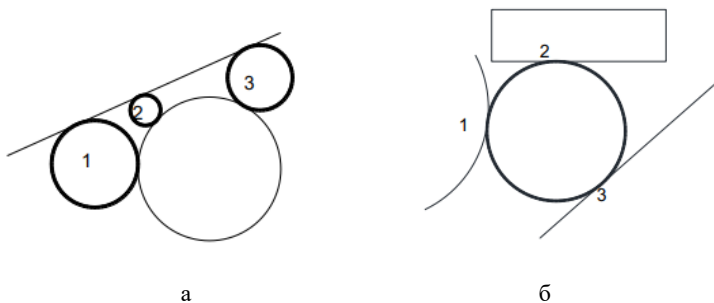

Рисунок 1.24 – Приклади побудови кіл
Суть цього способу полягає в тому, що будується коло, дотичне до двох інших об'єктів, наприклад, до відрізка та іншого кола, які вже є на кресленні (рис. 1.24,а). Спочатку необхідно задати будь-яку точку на першому об'єкті (відрізок) – з'явиться маркер *Deferred Tangent (Затримана дотична)*, далі задати будь-яку точку на другому об'єкті (коло) – на ньому також з'явиться маркер *Deferred Tangent (Затримана дотична)*. Далі на запит команди задати необхідний радіус кола і натиснути <Enter>.
Можна побудувати безліч кіл дотичних до двох об'єктів, і які будуть відрізнятися своїми радіусами (кола 1, 2, 3 на рис. 1.24,а).
– За трьома дотичними – опція *3 точки дотику*. Аналогічний способу «3 точки», тільки заданими точками є точки дотику до вказаних об'єктів (рис. 1.24,б). Тут також під час вибору об'єктів з'являється маркер *Deferred Tangent (Затримана дотична)*.